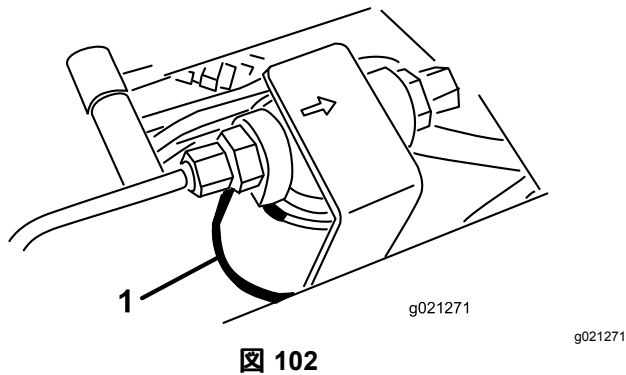
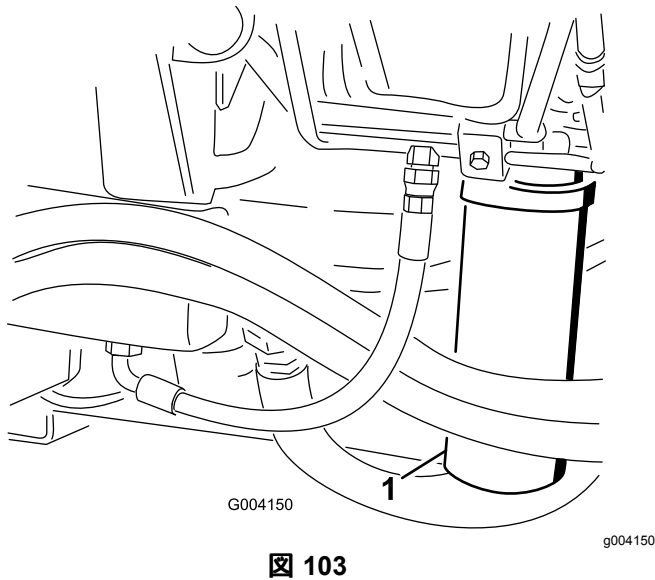

図 102
図 103
2. フィルタ取り付け部付近をきれいに拭い、下に容器を置く 図 102と 図 103。